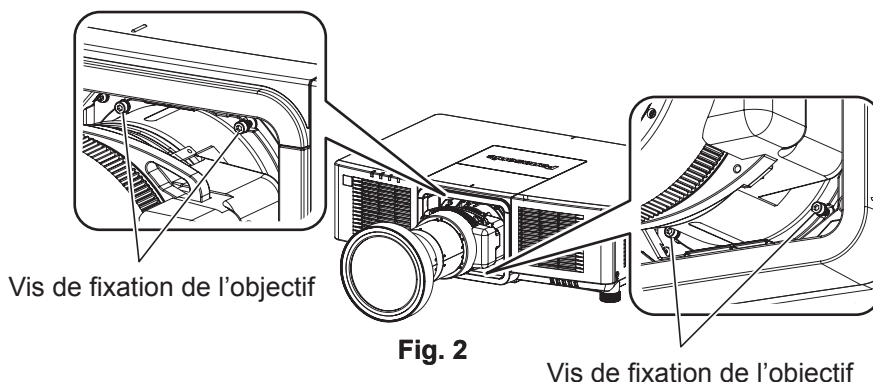

Fig. 2
- 2) **Retirez le capot coulissant supérieur. (Fig. 2)**
- 7) **Fixez le capot coulissant supérieur. (Fig. 2)**
- Pour la lentille zoom (n° de modèle : ET-EMU100), retirez les vis de fixation de lentille (4 emplacements) autour de la lentille de projection à l'aide d'un tournevis hexagonal à pointe sphérique fourni avec la lentille zoom (n° de modèle : ET-EMU100). (Fig. 2)